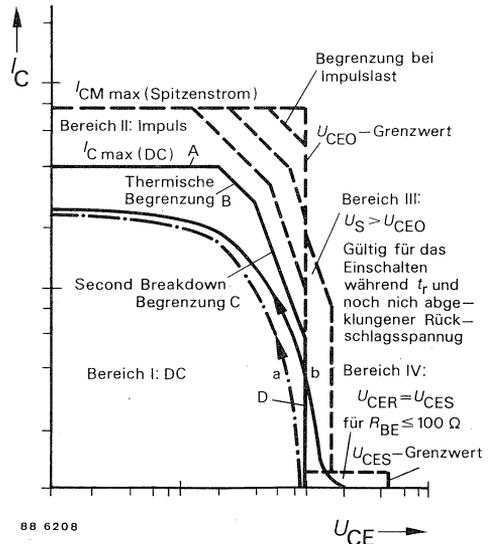

Fig. 2.4. Erlaubter Arbeitsbereich (SOA) mit Einschaltkennlinien
D. Begrenzung durch die Durchbruchspannung. Beim Überschreiten dieser Grenze kann ein Lawindurchbruch erfolgen. Beim Impulsbetrieb darf der beschriebene Arbeitsbereich unter bestimmten Voraussetzungen kurzzeitig überschritten werden (siehe gestrichelte Linien). Jedoch darf die maximal zulässige Energie bestimmte, in den "Technischen Daten" angegebene Werte nicht überschreiten. (Fig. 2.4).
Die Fig. 2.4. zeigt auch die in das SOA-Diagramm eingetragenen möglichen Kennlinien beim Einschalten sowohl mit ohmscher als auch mit induktiver Last.
Ein abgeschalteter Transistor hält in Emitterschaltung Spannungen bis U_{CBO} aus, solange die Basis sicher gesperrt ist. Dies ist durch einen niedrigen BE-Widerstand parallel zur BE-Diode oder besser durch ein Ausschaltpotential sicherzustellen. Bei der Dimensionierung der BE-Bedingungen für den abgeschalteten Transistor ist der Spannungsabfall zu berücksichtigen, der durch den höchsten Sperrstrom erzeugt wird, welcher für die maximale Sperrschichttemperatur garantiert ist. Der maximale Sperrstrom I_{CBO} für t_{jmax} bildet die Stromgrenze des SOA-Bereiches IV für den abgeschalteten Transistor bei Spannungen zwischen U_{CEO} und U_{CBO} (Fig. 2.4.). Im Abschnitt IV des erlaubten Arbeitsbereiches wird garantiert, daß der abgeschaltete Transistor mit einem Widerstand von weniger als 100Ω parallel zur BE-Diode und ohne Basis-sperrpotential in Emitterschaltung CE-Spannungen bis zum propagierten Grenzwert U_{CBO} aushält, wenn zusätzlich die Bedingungen für thermische Sperrstromstabilität erfüllt werden.